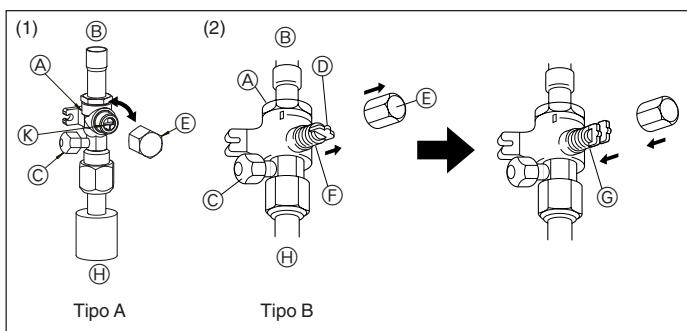
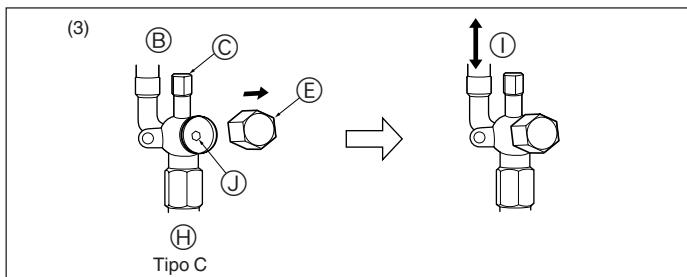

Fig. 5-7
Fig. 5-8
(1) Tipo A (Fig. 5-7)
- ① Retire a tampa e, utilizando uma chave de fendas chata, rode a válvula 90 graus para a esquerda para a abrir completamente.
② Certifique-se de que as válvulas estão completamente abertas, em seguida, volte a colocar a tampa na sua posição original e aperte-a.
(2) Tipo B (Fig. 5-7)
- ① Remova a cápsula, puxe a alavanca na sua direcção e gire 1/4 de volta no sentido contrário aos ponteiros do relógio para abrir.
- ② Certifique-se de que a válvula de paragem esteja completamente aberta, empurre a alavanca e gire a cápsula de volta à sua posição original.
(3) Tipo C (Fig. 5-8)
- ① Retire a tampa e rode a válvula para a esquerda o máximo que puder com uma chave sextavada de 4 mm. Pare de rodar quando esta alcançar o batente.
- ② Certifique-se de que a válvula de paragem esteja completamente aberta e gire a cápsula de volta à sua posição original.